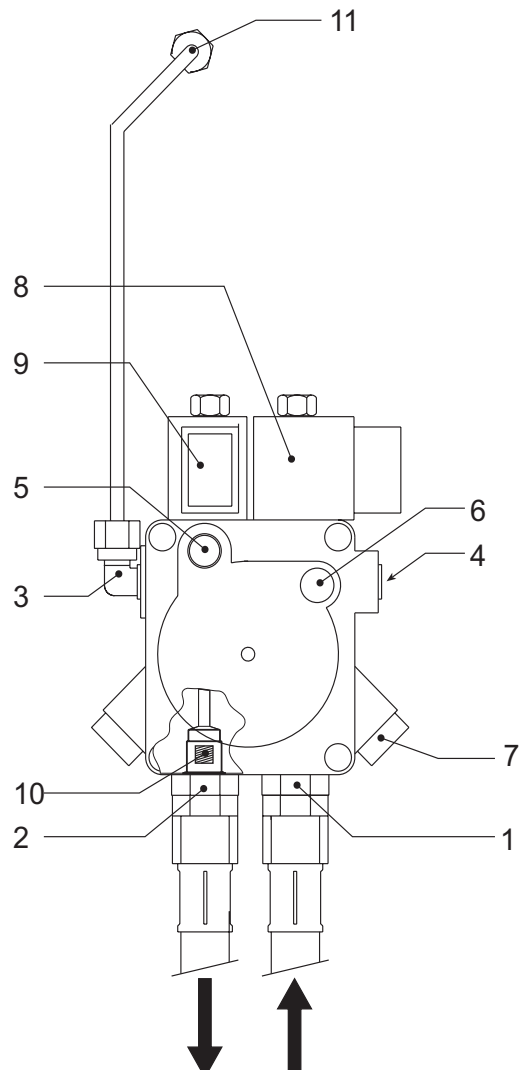

fig 4
Wenn der Brenner das Werk verlässt, ist die Umgehungsleitung im Innern der Pumpe verschlossen, bzw. der Brenner ist für den Anschluss an zwei Rohre vorgerüstet. Entfernen Sie die Stopfen und schließen sie die beiden Schläuche an die Absaugpumpe (1) und den Rücklauf (2) wie auf Abbildung 4 gezeigt an, wobei darauf zu achten ist, dass die Schläuche nicht verdreht werden und so verlegt werden, dass man nicht darauf tritt oder sie mit den heißen Teilen des Kessels in Berührung kommen.